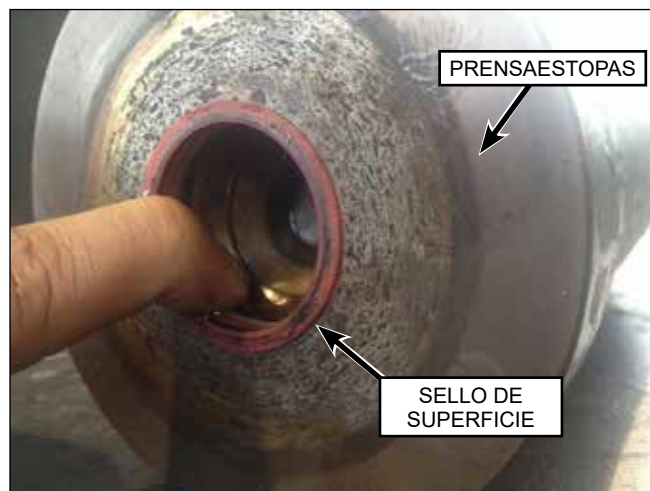

Figura 67: Extracción del sello de superficie.
1. Presione levemente detrás del sello de superficie con el dedo y retire el sello con cuidado (Figura 67).